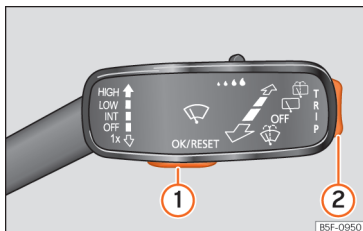

Abb. 77 Scheibenwischerhebel: Steuertasten.
Solange eine Warnung der Priorität 1 vorliegt, »» Seite 80, kann auf kein Menü zugegriffen werden. Einige Warnmeldungen können bestätigt und ausgeblendet werden über die Taste »» **Abb. 77** ①.